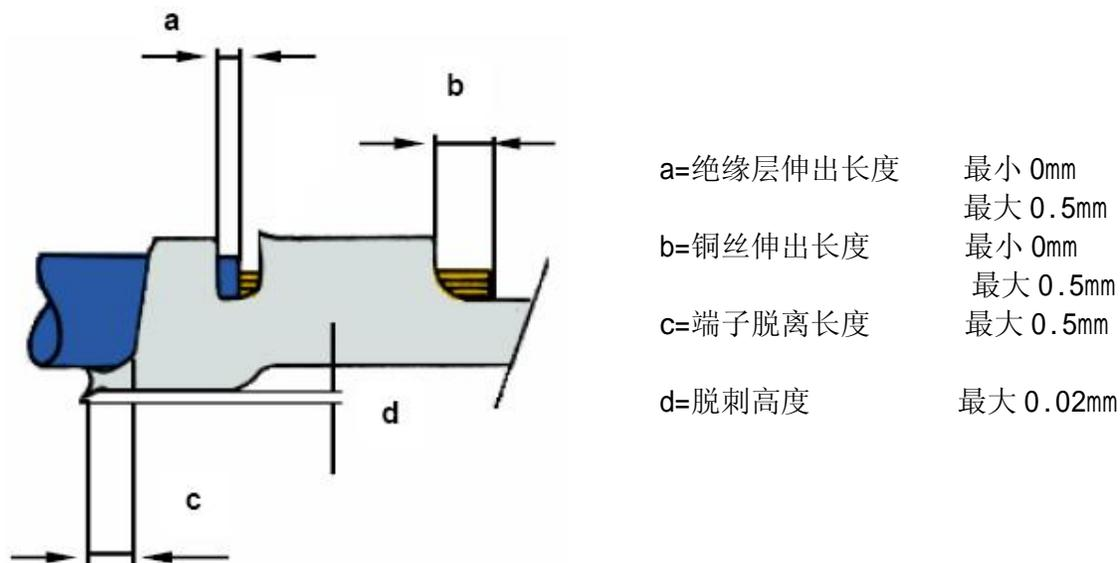

图 2 小端子标准置线尺寸
1.2.2 置线：在完成了标准剥线之后，要使用专用压线钳进行压线，放置导线的标准见图 2 所示：